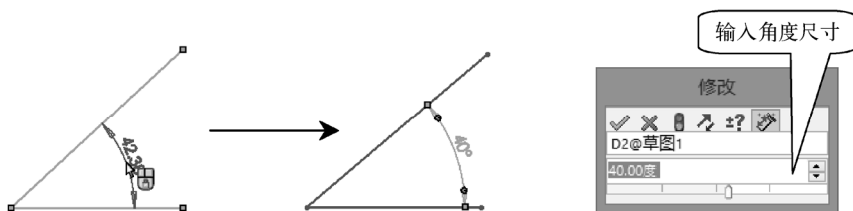

图 2-167 标注“角度尺寸”
- **角度尺寸:** 单击“草图”工具栏中的“智能尺寸”按钮, 用鼠标分别单击需标注角度尺寸的两条直线, 移动鼠标并在适当位置单击, 即可标注角度尺寸, 如图 2-167 所示。